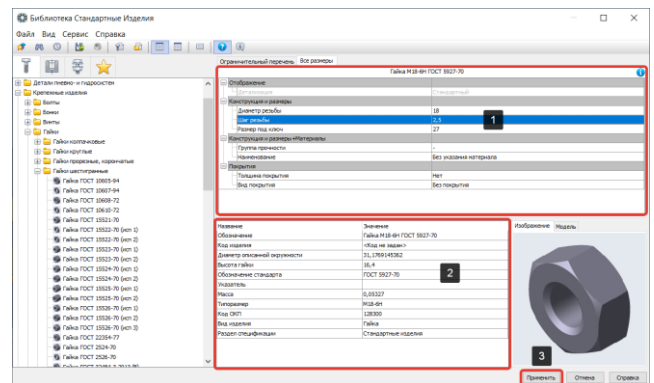

Рисунок 339 – Параметры элемента Гайка
- В окне Параметры элемента (1) зададим геометрические характеристики гайки, если атрибуты (2) заданы верно, нажмем кнопку Применить (3) (Рисунок 339);